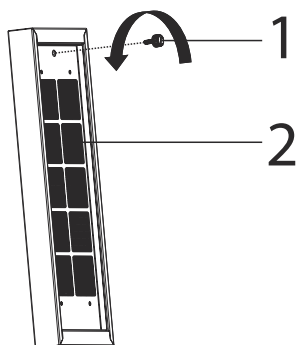

Fig. 4
**2.** ➔ Drej skruen af som fastspænder kulfilteret (Fig. 4/1) ved at dreje den i pilens retning.